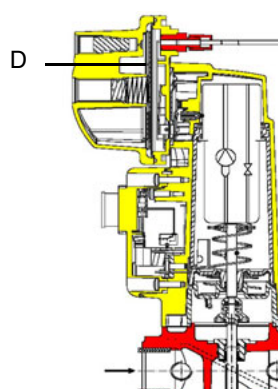

Рис. 5
**⚠ ВНИМАНИЕ:** диафрагма D исполнительного механизма SKP2 должна находиться в вертикальном положении (Рис. 5).